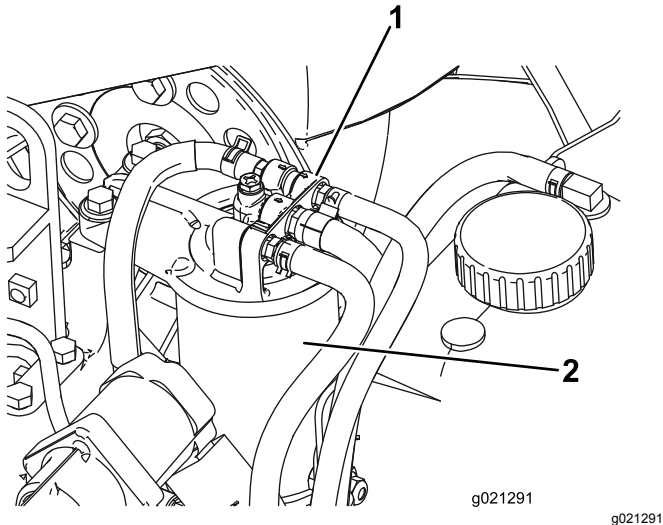

Figura 80
1. Pulite l'area circostante la testa del filtro del carburante (Figura 80).
2. Togliete il filtro e pulite la superficie di montaggio della testa del filtro (Figura 80).